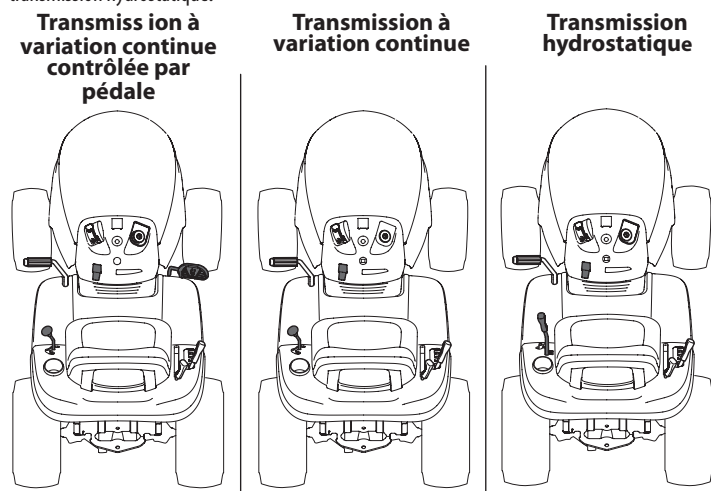

Figure 1
3. Alignez un côté de l'inclinomètre avec l'objet (voir Figure 1 et Figure 2).
4. Réglez l'inclinomètre vers le haut ou vers le bas jusqu'à ce que le coin gauche touche la pente (voir Figure 1 et Figure 2).
Référez-vous à la Figure 1 pour voir quel type de transmission est installé sur votre modèle : transmission à variation continue contrôlée par pédale, transmission à variation continue (TVC) ou transmission hydrostatique.